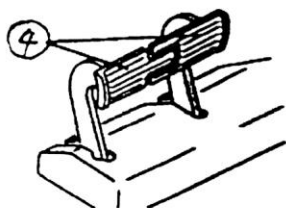

Рис. 1-10.
4) Педаль тормоза (4) (Рис. 1-10)